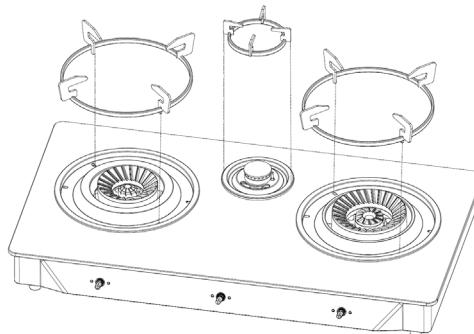

Abbildung 3
- Reinigen Sie die Platten und bringen Sie die Untersetzer an den richtigen Stellen an (siehe Abbildung 3).